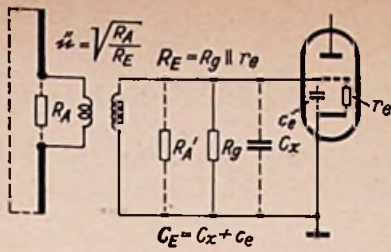

Bild 5. Prinzipschaltung einer UHF-Eingangsstufe mit Antennenanpassung
nungserhöhung durch die Eingangstransformation einer Breitband-UHF-Stufe (Bild 5) charakteristische Kenngrößen ableiten [4]. In diesem Fall ist jedoch das Produkt aus Spannungsüberhöhung A (vergleichbar mit der Aufschaukelung A im Normalwellenbereich) und der Wurzel aus der Bandbreite B maßgebend. Die notwendige Anpassung des Antennenwiderstandes R_A an den Eingangswiderstand R_E erfordert ein Transformationsverhältnis \bar{u} nach Formel (11). Durch die Anpassung wird der wirksame Eingangswiderstand halbiert und die Spannungsüberhöhung ergibt sich nach Formel (12). Die Bandbreite des Eingangskreises läßt sich dann nach Formel (13) errechnen. Für die Breitbandqualität des Eingangskreises läßt sich als charakteristischer Kennwert das Produkt $(A \cdot \sqrt{B})$ nach Formel (14) ableiten. Ebenso ergibt sich eine Grenzfrequenz f_g nach Formel (15). Auch bei der Eingangsübertragung ist ein Optimalbereich mit einer oberen Grenzfrequenz f_o nach Formel (16) vorhanden, in dem die gewünschte Bandbreite B durch entsprechende Einstellung von R_E ($R_E = r_e || R_g$) eingehalten werden kann. In dem anschließenden Grenzbereich, in dem bei 200 MHz praktisch ausschließlich gearbeitet wird, erhält man die Spannungsüberhöhung A nach Formel (18) und im Optimalbereich nach Formel (17).